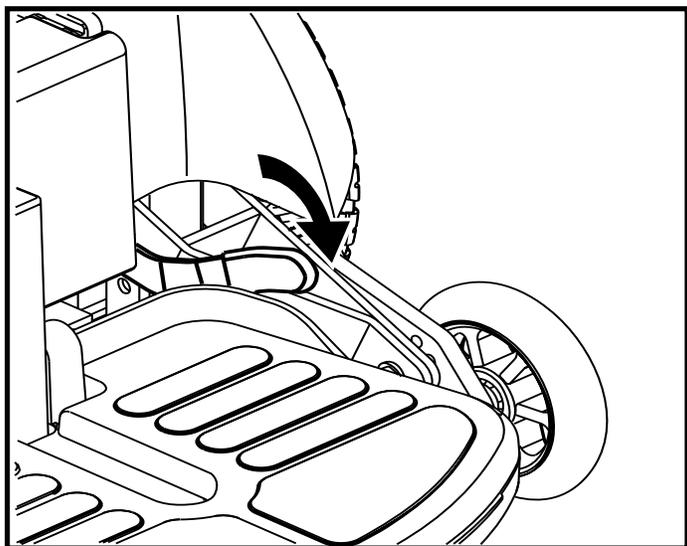

Figure 8. Mode de traction (embrayé)
2. Poussez les leviers vers le bas pour embrayer les moteurs (mode d'utilisation). Voir la figure 8.